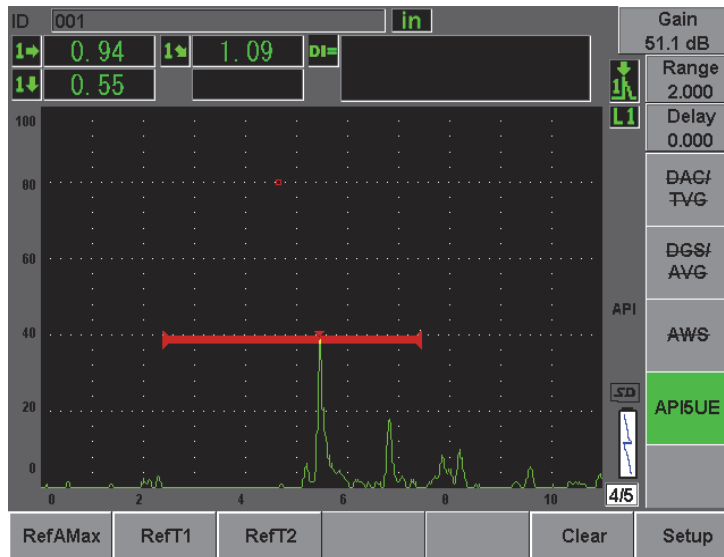

Figure 12-27 Stockage du point  $T_2$
9. Appuyez sur les touches **[P3] RefT2** pour collecter la position de la chute de 6 dB sur le front descendant et définissez cette valeur comme valeur  $T_2$  (voir la Figure 12-27 à la page 269).